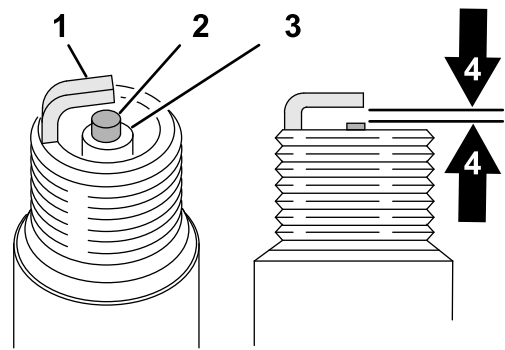

Bild 36
5. Sehen Sie sich die Mitte der Zündkerzen an (Bild 36). Wenn der Kerzenstein hellbraun oder grau ist, ist der Motor richtig eingestellt. Eine schwarze Schicht am Kerzenstein weist normalerweise auf einen schmutzigen Luftfilter hin.
6. Messen den Elektrodenabstand zwischen der mittleren und der Seitenelektrode (Bild 36). Der Luftspalt sollte 0,76 mm betragen.